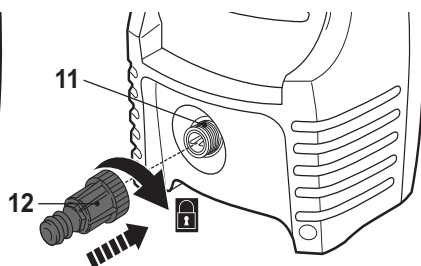

Fig. 12
- > Aparafuse o conector da mangueira de água (12) à entrada de água (11) (Fig.12).